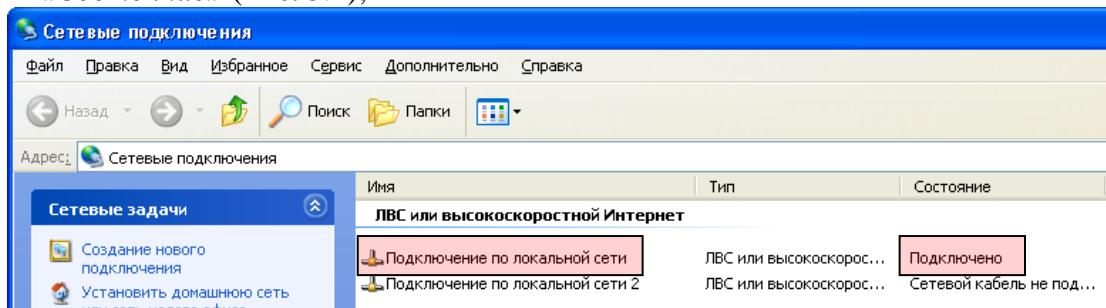

Рис. 3.1 - Окно «Сетевые подключения»
2. Проверьте состояние используемого подключения по локальной сети в колонке «Состояние» (Рис. 3.1);